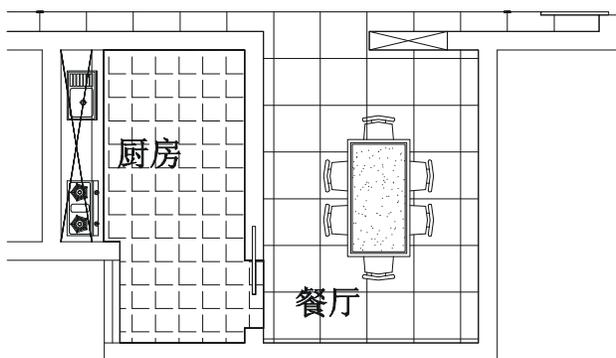

图 6-1-39
**STEP 07** 参照上面客厅的地砖填充，将该虚线框填充为  图案以表示 300 × 300 的防滑地砖，填充时，将其比例设置成 1095，如图 6-1-39 所示。